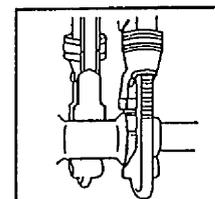

図 9
④接合部分がずれない程度に手で締め付けた後、パイプレンチ等で下表に示す締めトルク値まで締め付けて下さい。(図 9)